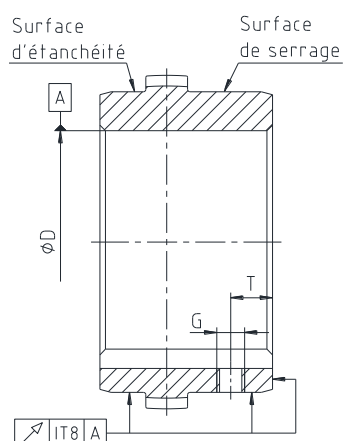

Fig. 21 : faces de serrage/étanchéité tailles 10 à 70
- En cas d'usinage des moyeux par le client, respecter les tolérances de concentricité et de perpendicularité (fig. 21 à 25).
- Prévoir une vis sans tête DIN EN ISO 4029 à bout cuvette, une rondelle de bout d'arbre ou un frettage pour le maintien axial des moyeux (voir fig. 21 à 25 et tableaux 9 et 10).
1) voir fig. 21 et 22